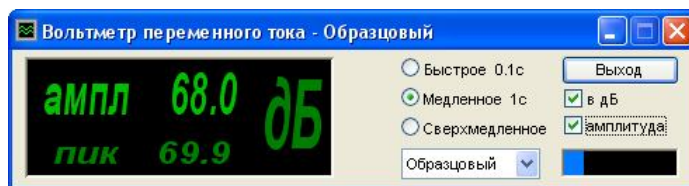

Рисунок 7.2
6. Запускают программу «Вольтметр переменного тока» из меню «Измерение» панели **ZETLAB**, настраивают ее на отображение амплитудного значения в децибелах с усреднением данных 1 с и выбирают канал подключения образцового датчика (Рисунок 7.2).